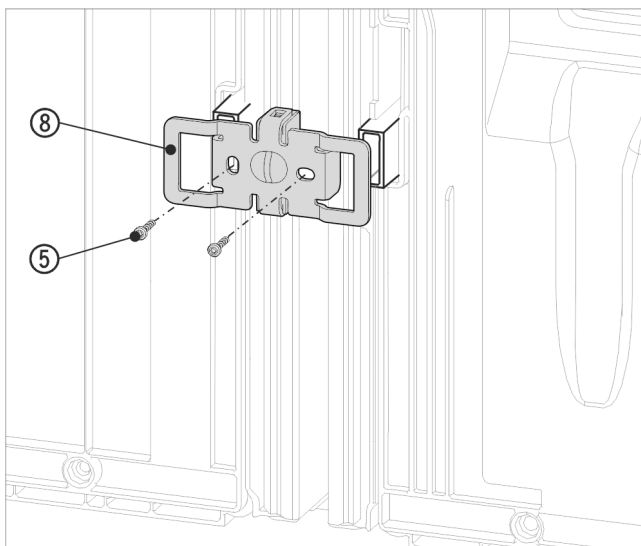

Fig. 18 Shembull ilustrues
► Shtyni sërish profilin Fig. 18 (8) me pjesët e prera mbi folenë për ruajtësin e distancës nga muri.
► Mbërthejeni atë fort me 2 vidat Fig. 18 (5).